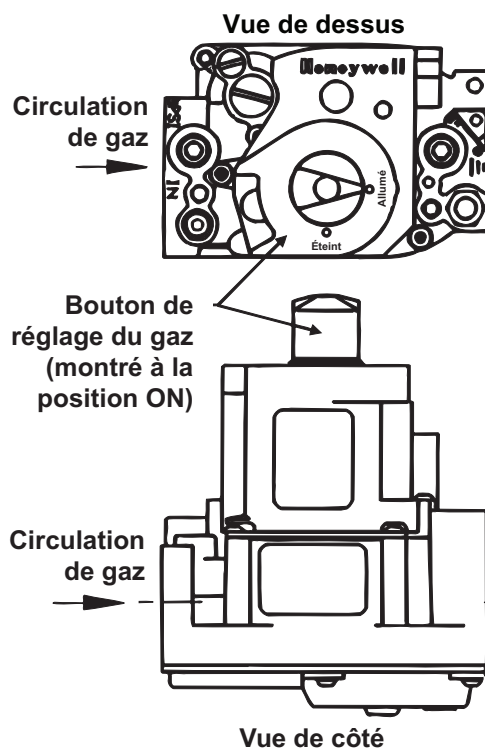

Figure 16. Commande ON/OFF de la valve de gaz
3. Ouvrez la porte d'accès et localisez le bouton de commande du gaz (ON/OFF) ou le commutateur de la valve de gaz (voir Figure 16).